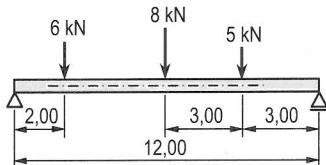

Bild 9.21: Balken
1. Balken mit Einzellasten (**Bild 9.21**).